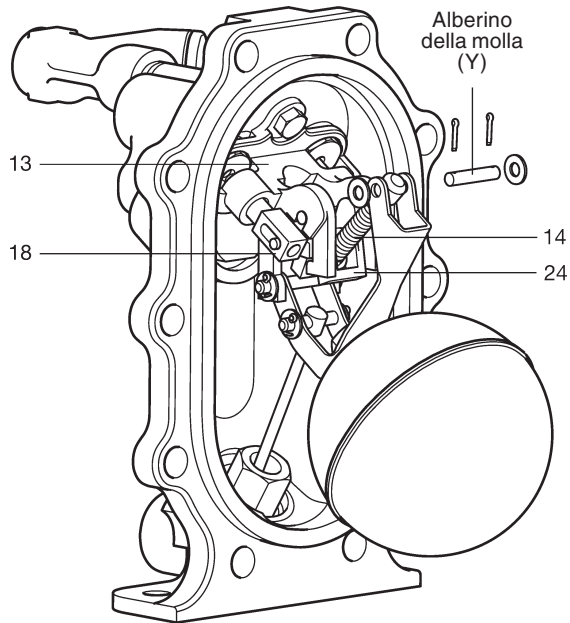

Fig. 19
3. Sfilare copiglia e rondella da un lato dell'alberino della molla (Y) (vedere la fig. 19) ed estrarlo.